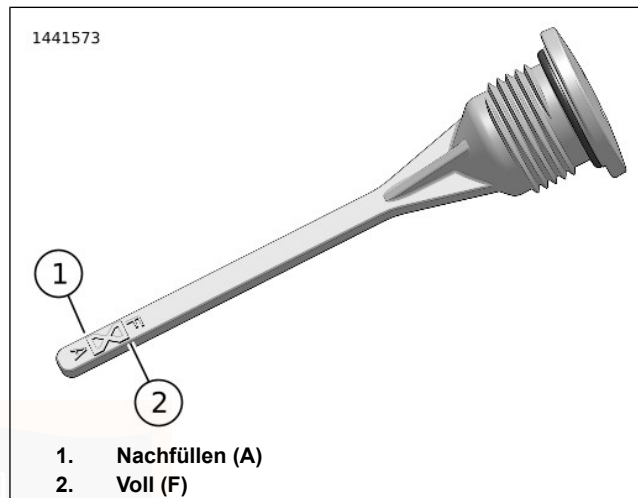

Abbildung 66. Getriebeschmiermittelstand
4. Siehe Abbildung 66. Einfüllverschlussstopfen/Ölmessstab entfernen. Den Schmiermittelstand auf dem Ölmessstab prüfen. Der richtige Ölstand liegt zwischen den Markierungen Add (A) (1) und Full (F) (2).
1. Siehe Abbildung 66. Den Getriebeeinflussverschlussstopfen/Ölmesstab entfernen.
6. Den Schmiermittelstand prüfen. Ausreichend Schmiermittel zugeben, bis der Füllstand zwischen den Markierungen A (Hinzufügen) und F (Voll) liegt. Siehe Abbildung 66.